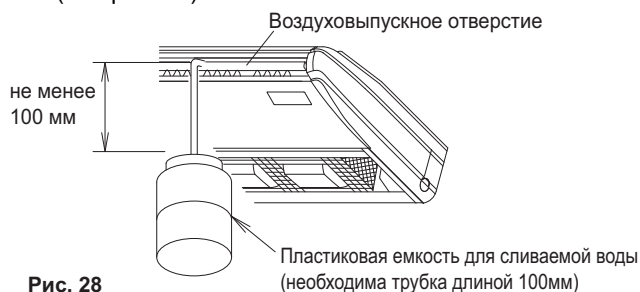

Рис. 28
(2) После окончания установки трубопровода проверьте, чтобы дренаж протекал беспрепятственно.
- Постепенно налейте 0,6 литра воды в дренажный поддон через воздуховыпускное отверстие для проверки эффективности слива. (См. рис. 28)